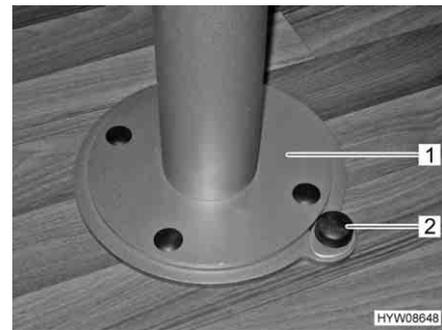

Fig. 58 Sbloccaggio dispositivo di rotazione piede del tavolo
- Spingere verso il basso il bottone (Fig. 58,2) del bloccaggio.
- Ruotare il piede del tavolo con il piano del tavolo (Fig. 58,1) nella posizione desiderata.